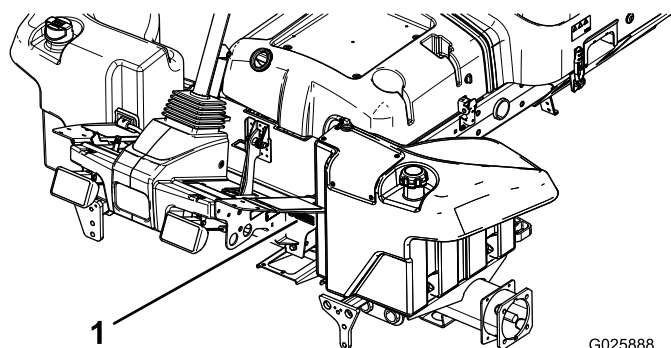

Figure 14
1. Poinçonnez le mois et l'année de fabrication du groupe de déplacement sur l'autocollant antipollution Toro, puis apposez-le sur la plate-forme d'utilisation (Figure 14).